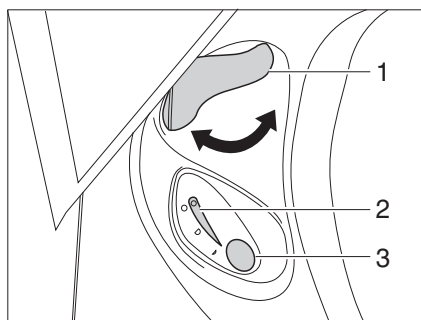

Fig. 238 Unidad de mando inodoro Thetford
- Antes del lavado, abrir la corredera del inodoro Thetford. Para ello, girar la palanca de corredera (Fig. 238,1) en sentido contrario a las agujas del reloj.
- Para lavar, pulsar el botón del inodoro azul (Fig. 238,3).
- Tras el lavado, cerrar la corredera. Para ello, girar la palanca de corredera (Fig. 238,1) en sentido de las agujas del reloj.
La luz de control (Fig. 238,2) se enciende cuando es necesario vaciar el cassette Thetford.
- Girar la palanca de corredera (Fig. 238,1) en sentido de las agujas del reloj. Se cierra la corredera. Para el vaciado **debe** estar cerrada la corredera en el inodoro Thetford.